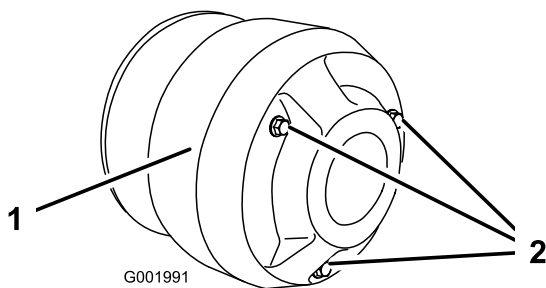

Figura 58
4. Retire os 3 parafusos que fixam a tampa à embraiagem e retire a tampa (Figura 58).